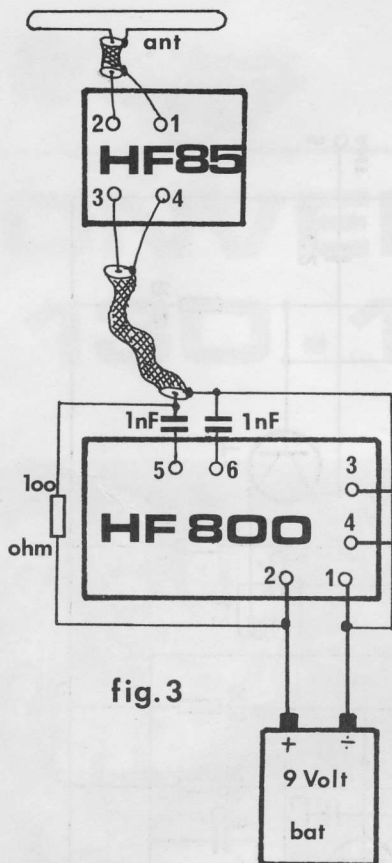

fig. 3
Fig. 3 viser hvordan converteren tilsluttes batteri (bat) 9 Volt samt antenneforstærker, f.eks. Josty Electronic HF 85, således at den kan modtage selv ret svage stationer.
6. Converter HF 800 er nu klar til brug, og kan tilsluttes som vist på Fig. 3 og Fig. 4.